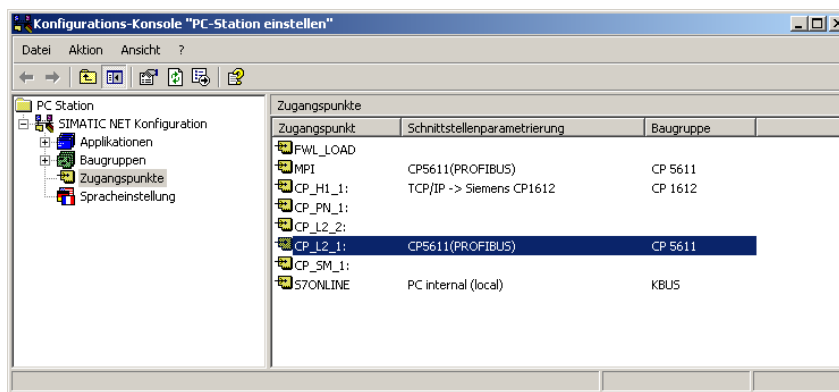

Bild 2-32 Anwahl Eigenschaften-Fenster für den Zugangspunkt *CP_L2_1*
Sie erhalten das Fenster *Konfigurations-Konsole "PC-Station einstellen"* (siehe Bild 2-32).
Die verfügbaren Zugangspunkte werden in der rechten Spalte angezeigt (siehe Bild 2-32).
2. Wählen Sie im geöffneten Menü die Option *Eigenschaften* (siehe Bild 2-32).
Der Zugangspunkt *S7ONLINE* ist normalerweise bereits auf die Schnittstellenparametrierung *PC internal (local)* eingestellt. (siehe Bild 2-32).